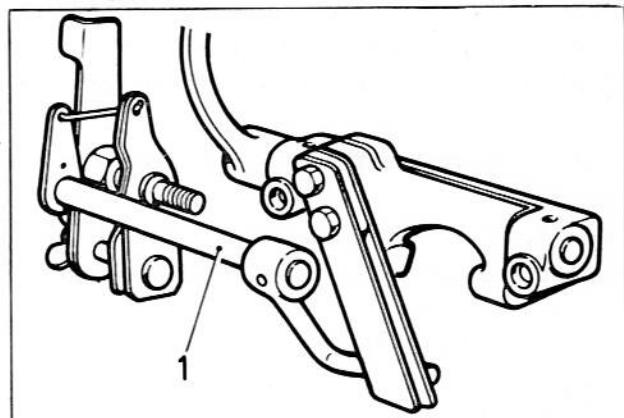

Fig. 62
Engager le levier (1) dans le ressort du régulateur, comme indiqué sur la fig. 62. De cette façon, en accélérant on tend les ressorts, qui s'opposent à la poussée du régulateur.